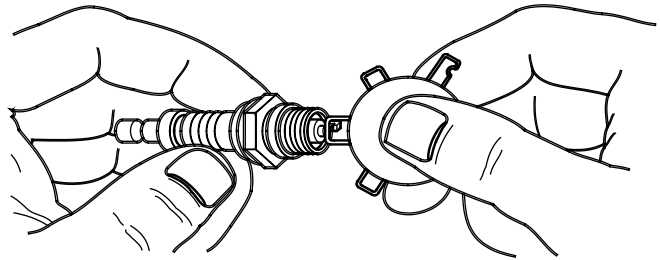

Figura 4-3. Ajuste de la separación del electrodo de bujía
5. Vea la **Figura 4-3**. Compruebe la separación de los electrodos de bujía usando un calibre de espesores de alambre y compárela con la cifra indicada en la Sección 2—**Especificaciones**. Si la separación está afuera de la especificación, sustituya la bujía. Vea la Sección 2—**Piezas de repuesto**.